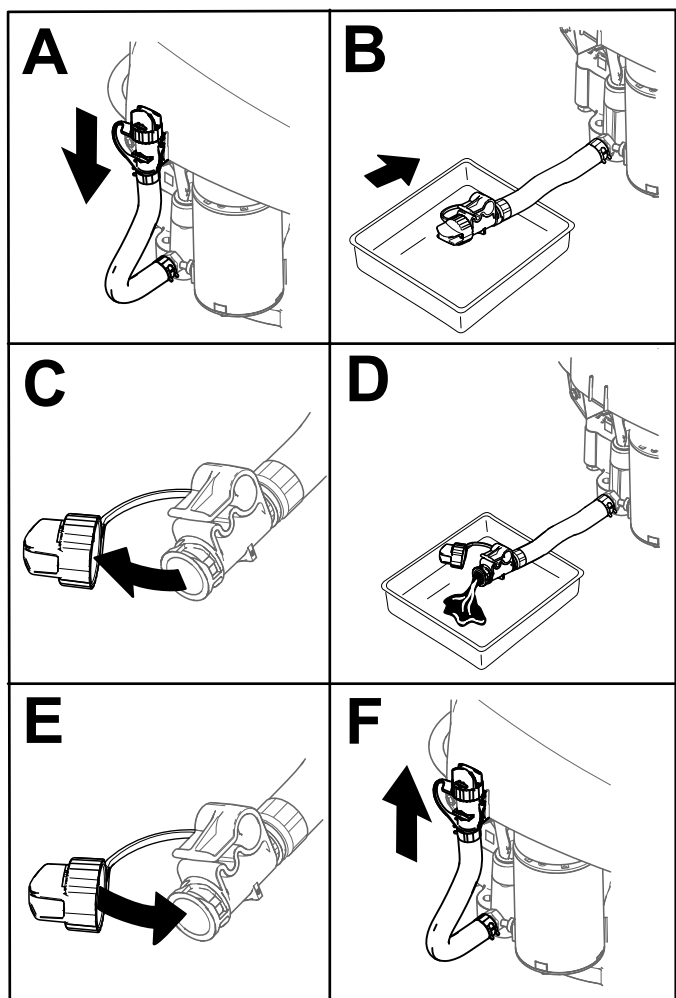

Figure 42
4. Vidangez l'huile moteur (Figure 42).